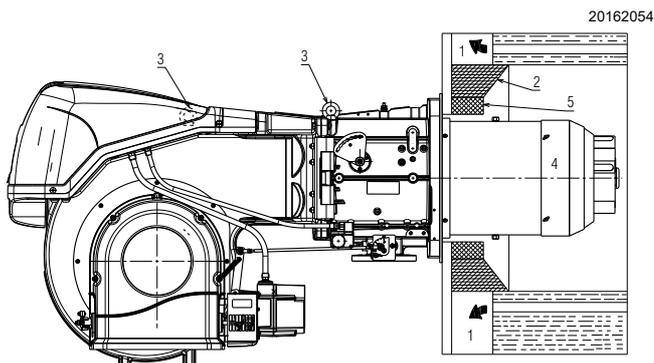

Fig. 15
Pour les chaudières avec circulation des fumées sur l'avant 1)(Fig. 15 à la page 18), ou avec chambre à inversion de flamme, réaliser une protection en matériau réfractaire 5), entre le réfractaire de la chaudière 2) et l'embout gueulard 4).
Pour les chaudières avec la partie avant refroidie avec de l'eau, le revêtement réfractaire 2)-5)(Fig. 15 à la page 18), n'est pas nécessaire, sauf demande expresse du fabricant de la chaudière.
Prédisposer un système de levage adapté du brûleur en s'accrochant aux anneaux 3)(Fig. 15).
- Introduire la protection thermique fournie sur l'embout 4)(Fig. 15).